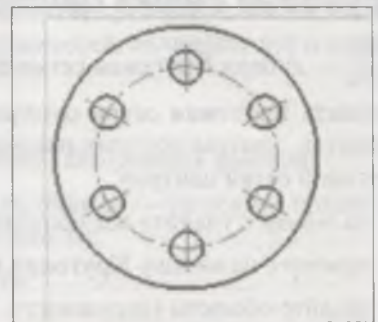

Рис. 13.17. Построение круговой сетки центров
- ◆ для завершения процесса простановки центров нажмите кнопки **Создать объект** и **Завершить**. У вас должно получиться как на рис. 13.17.